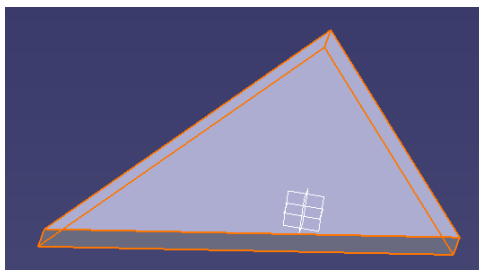

图 3-19
(1) 用 xy plane Profile → Pad 命令设计如下图形（见图 3-19）。